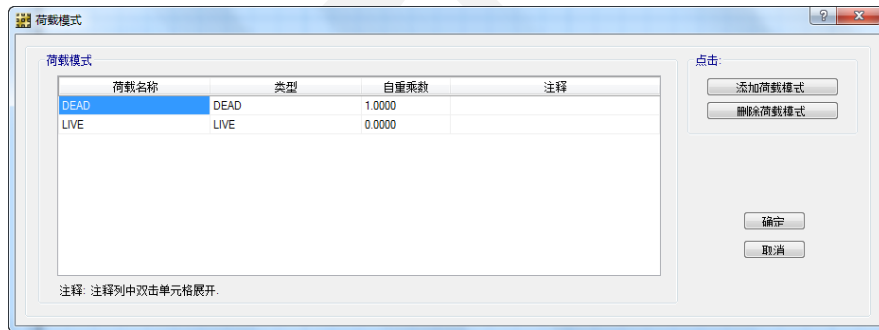

图17 荷载模式对话框
A. 点击命令**定义菜单>荷载模式**打开荷载模式对话框，如图 17 所示。